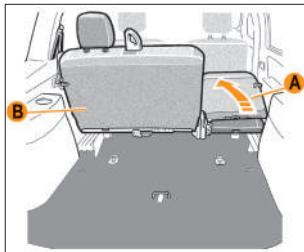

Рис. 2.2.6. Складывание сиденья второго ряда по частям (в вариантом исполнении)
**В вариантом исполнении** сиденье второго ряда складывается целиком (рис. 2.2.5) либо по частям (рис. 2.2.6) в соотношении 1/3 (меньшая часть А) и 2/3 (большая часть В).